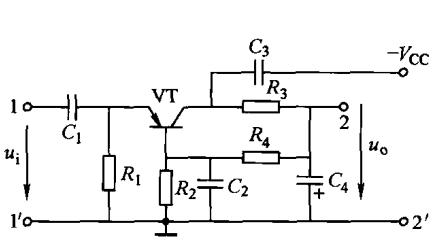

图 2-5 共基极放大电路
3) 共基极放大电路中信号通过耦合电容器在发射极与基极输入，在集电极与基极输出。基极通过旁路电容器交流接地，故基极为放大电路交流信号的公共引脚，如图 2-5 所示。共基极放大电路主要用在一些高频放大电路中。图中，1—1'是共基极放大电路的信号输入端，2—2'是共基极放大电路的信号输出端， R_2 、 R_4 是偏置电阻， R_1 是发射极电阻， R_3 集电极电阻， C_1 是耦合电容、 C_2 是旁路电容、 C_3 是直流电源退耦电容， C_4 是滤波电容，VT 是放大管， V_{CC} 是直流电源。